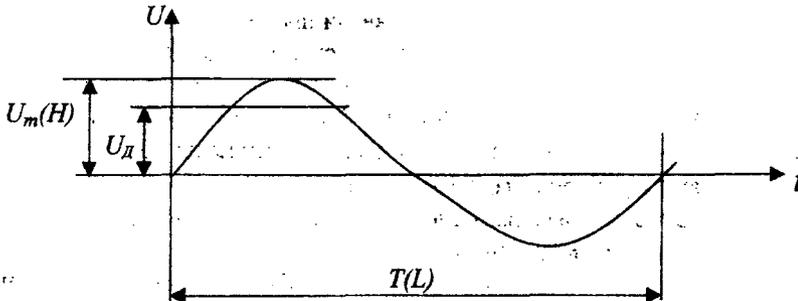

Рис.2.
Ток, который изменяется по величине и направлению называется переменным. В электротехнике чаще всего имеют дело с токами и напряжениями, которые изменяются по синусоидальному закону (рис.2):
• 4.11. Измерение амплитуды и периода синусоидального сигнала (рис.2).